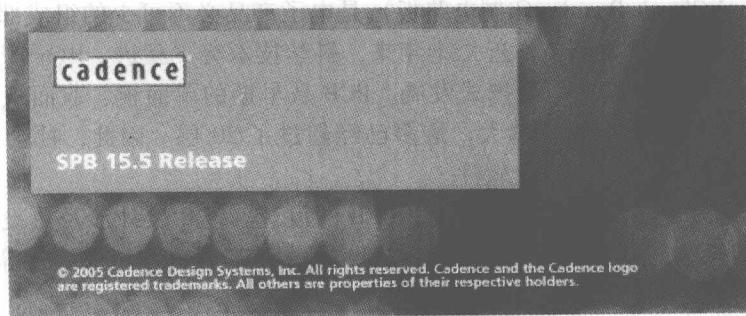

图 1-1 Allegro 安装界面
- 2) 将安装光盘“Disk1”放入光驱，安装程序通常会自动启动，弹出如图 1-1 所示的对话框。如果系统没有启动安装程序，可以在软件光盘中找到 Setup.exe 文件，双击程序也可以启动安装。